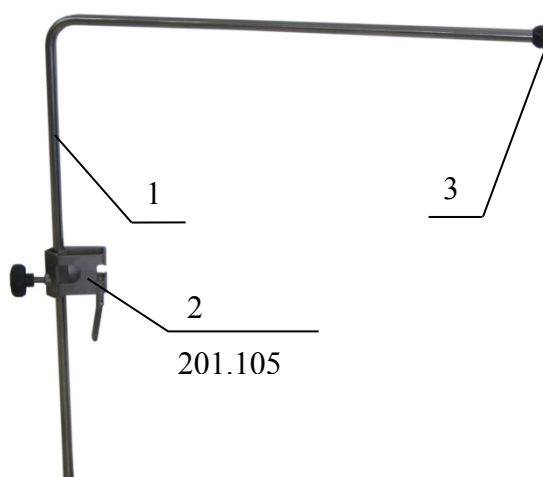

Рисунок 1. Экран наркозный.
1. Экран наркозный (экран для анестезии) (Рисунок 1). Изготовлен из нержавеющей стали, регулируется по высоте. Для крепления на направляющих рейках стола укомплектован зажимом 201.105.